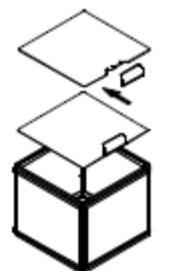

Abb. 4
5. Befestigen Sie den Handgriff an den Einkerbungen der oberen Abdeckung und setzen Sie die Abdeckung auf den oberen Rahmen (Abb. 4).